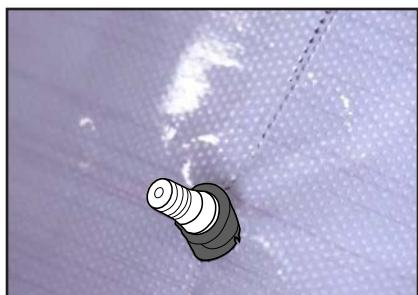

Figure 09
- › Réaliser une petite ouverture dans le complexe à l'aide du cutter afin de pouvoir faire passer l'axe du moteur d'essuie glace. (FIG. 09)
- › Débuter le retrait du liner papier du complexe, à partir du centre haut du complexe comme illustré sur la figure ci-contre. (FIG. 09)